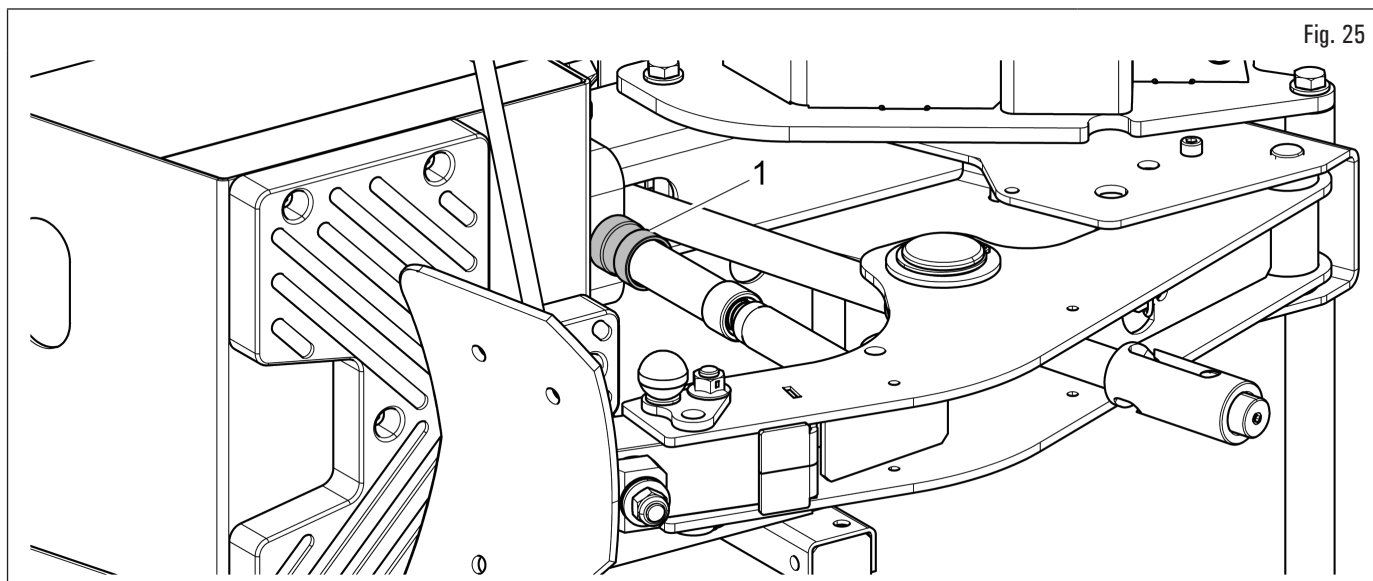

Fig. 25
2. régler la course du limiteur course décolle-pneus en agissant sur sa bague de réglage (Fig. 25 réf. 1), de manière à ce que la palette puisse pénétrer au-delà du bord de jante sur une hauteur égale à la hauteur d'une cale de la rallonge pousse-talon ;